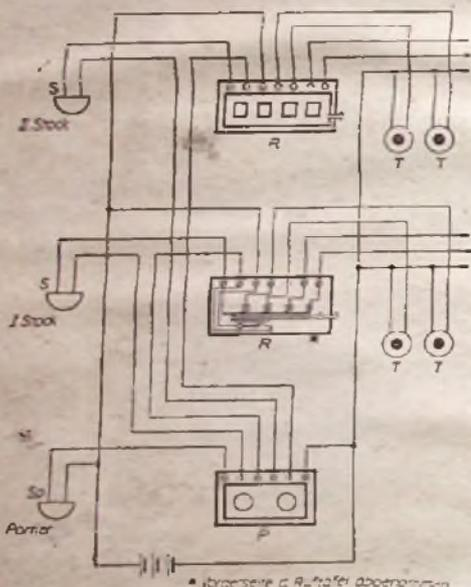

Abb. 12
Eine erweiterte Ruftafelanlage zeigt Abbildung 12. Diese Anlage wird fast ausschließlich in Hotelbetrieben verwendet. Die Ruftafel des Portiers (P) enthält soviel Fallklappen wie Ruftafeln im Hause vorhanden sind. Wird ein be-